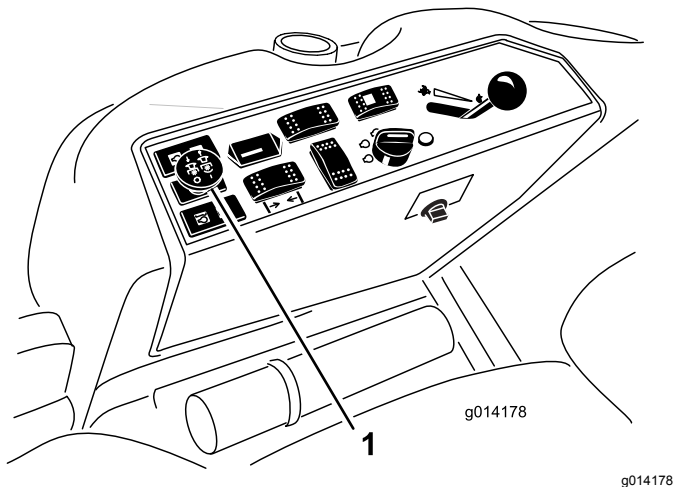

Figura 25
3. Puxe para cima o interruptor da tomada de força para o engatar (Figura 25).